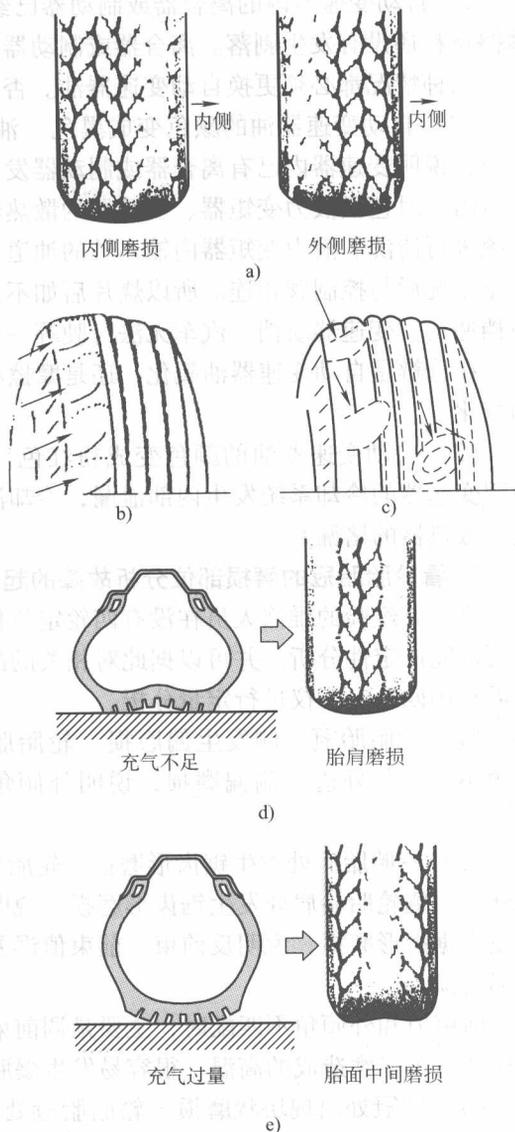

图 1-2 轮胎畸形磨损
(4) 胎冠中部磨损较多 轮胎胎冠中部磨损较多, 说明该轮的气压长期过高。
(5) 胎冠两侧磨损较多 轮胎胎冠两侧磨损较多, 说明该轮的气压长期过低。轮胎气压过低会造成油耗增加, 在湿滑路面上行驶时, 容易出现滑水现象。轮胎畸形磨损见图 1-2。
(6) 单个轮胎畸形磨损 单个轮胎畸形磨损, 则有可能是该侧悬架变形。做 20° 转角差时, 如数值和厂家规定不符, 说明前轮有一侧悬架变形。举升汽车看两侧下摆臂, 如哪一侧下摆臂和横拉杆不平行, 就说明该侧的悬架已经变形。单侧前悬架变形会造成两侧主销后倾角或两侧前轮外倾角不一致, 造成行驶跑偏。